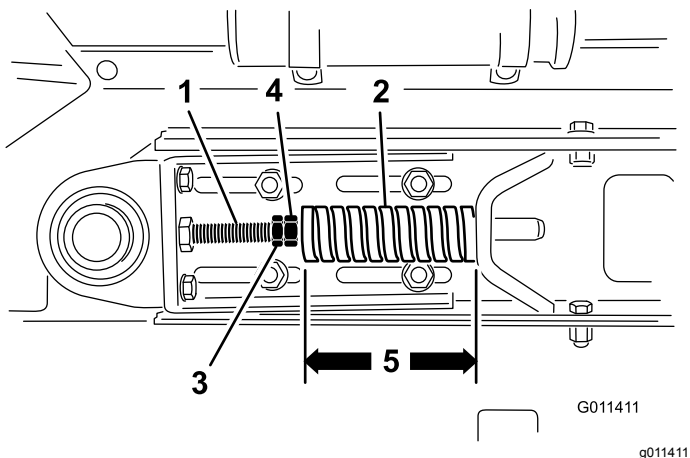

図 26
1. ジャムナットをゆるめて、テンションロッド 図 26 のナットで適切な張りに調整する。